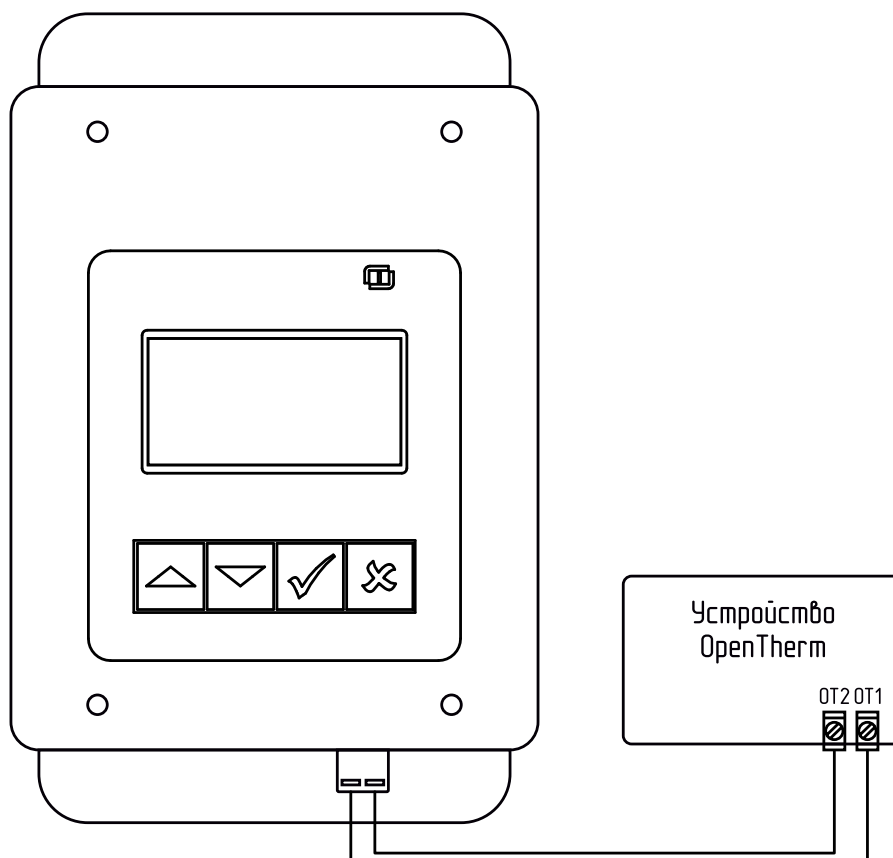

Рис.8. Схема подключения OpenTherm
9.5.1. Система удалённого управления котлом по шине OpenTherm подключается к блоку индикации электродвигателя с помощью разъема на блоке индикации (Рис.2 поз.14 и Рис.8).